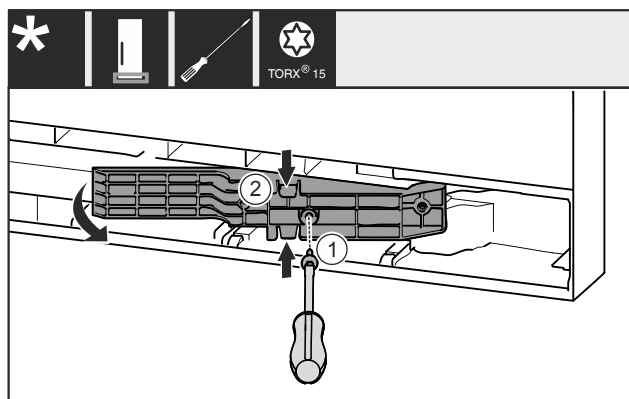

Fig. 13*
- Odstranite vijak Fig. 13 (1)*
- Potisnite prilagodilnik Fig. 13 (2) zgoraj in spodaj rahlo skupaj in odstranite.*